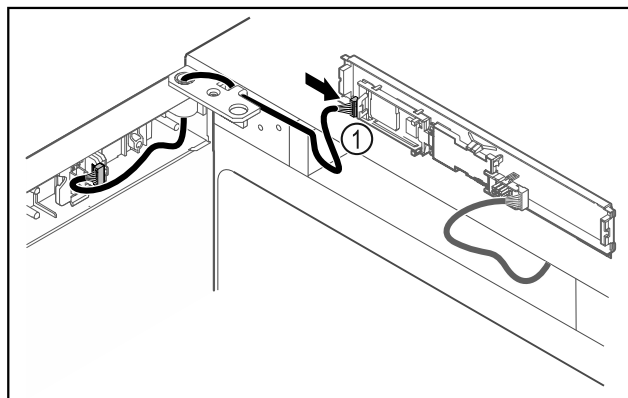

Fig. 39
- Brancher le connecteur Fig. 39 (1) sur la platine.